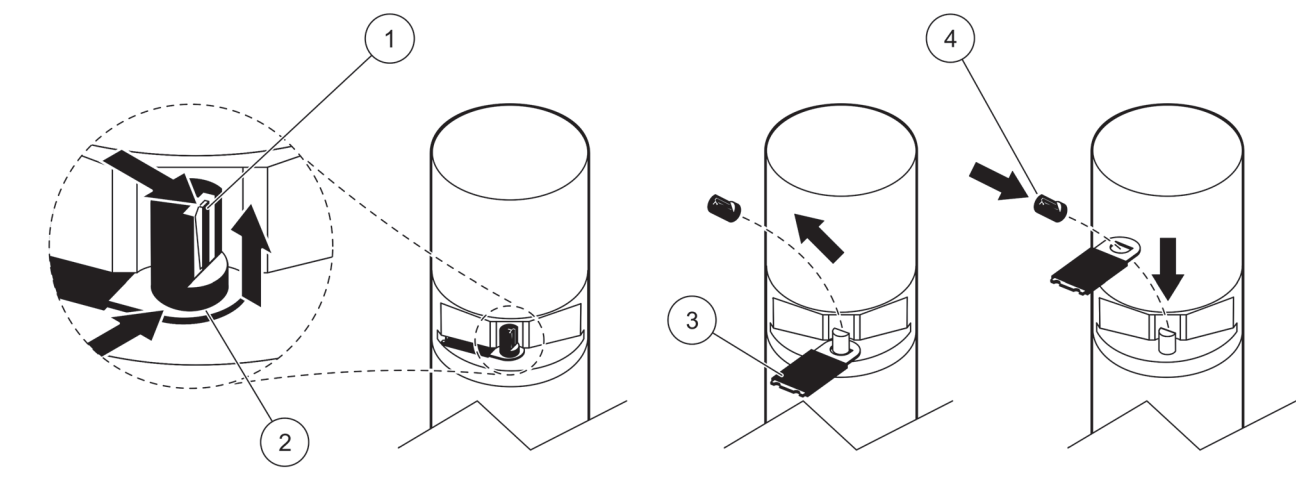

Figura 5 Cambio del perfil de la rasqueta
Consulte la Figura 5 y los pasos a continuación para cambiar el perfil de la rasqueta.
9. Levante el tope de sujeción (Figura 5, elemento 1), mueva la parte inferior de la cápsula hacia arriba y sáquela (Figura 5, elementos 2 y 3).
11. La rasqueta se extiende automáticamente. Reemplace el perfil de la rasqueta (Figura 5, elemento 4) y reemplace la cápsula para luego fijarla en su lugar (Figura 5, elemento 5).